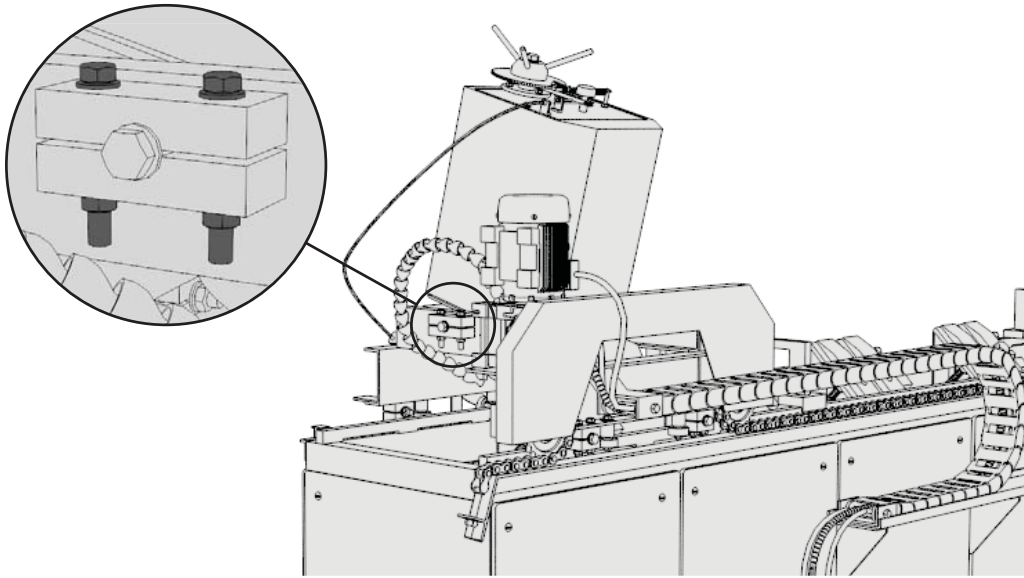

Рис. 16. Болты, фиксирующие ось каретки
1. Ослабить 2 болта фиксирующих ось наклона каретки (Рис. 16).